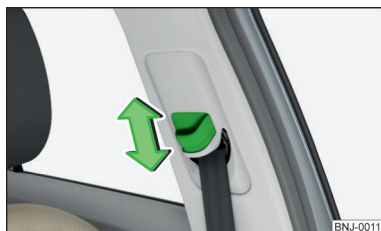

Fig. 6 Sedile anteriore: regolazione dell'altezza della cintura
- Premere il rinvio e spingerlo nella direzione desiderata » fig. 6.